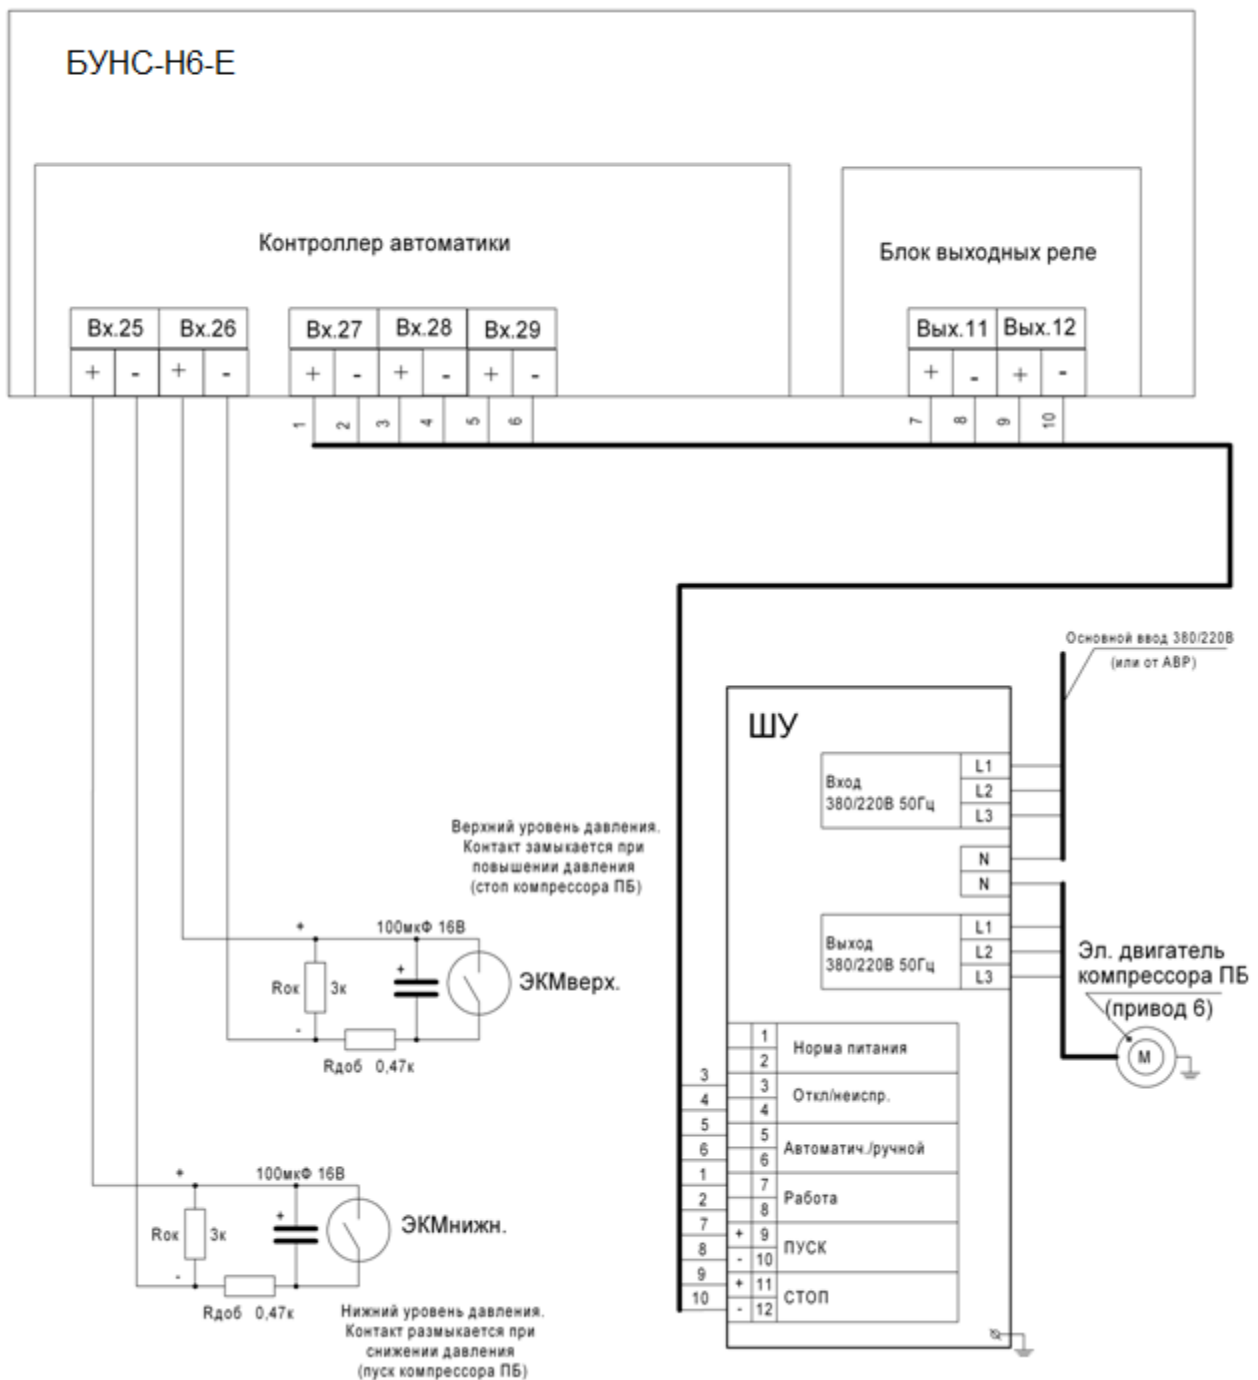

Рисунок 5.7
- рисунок 5.7 – компрессора пневмобака – привод 6;